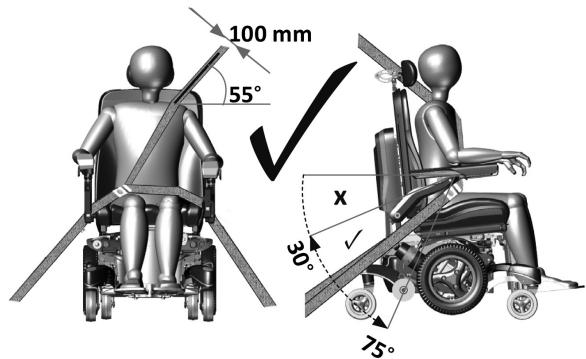
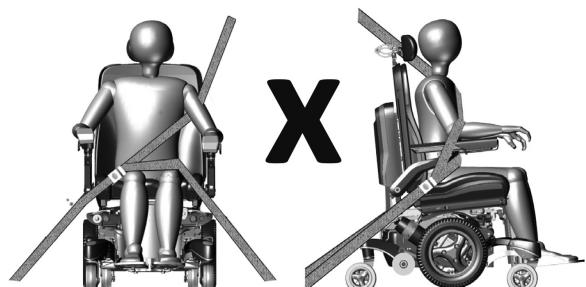

Figura 5.5 – Posicionamento correto do sistema de retenção de três pontos
Figura 5.6 – Posicionamento incorreto do sistema de retenção de três pontos para o ocupante
- Um cinto pélvico deverá ser posicionado à frente da pélvis, em baixo, de modo a que o ângulo de retenção do cinto pélvico seja entre 30° a 75° relativo à horizontal (Figura 5.5).
- É desejável um ângulo mais acentuado (maior) na zona preferencial (Figura 5.5).
- O cinto de segurança da parte superior do tronco deve ser colocado sobre o ombro e à volta do peito, como ilustrado (Figura 5.5). Não instale o cinto de segurança como ilustrado na Figura 5.6